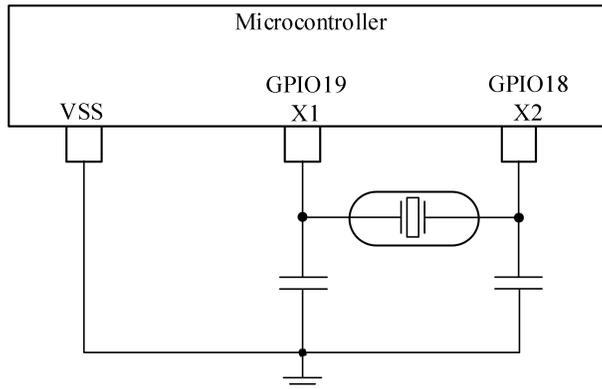

图6-12 外部晶体
- 外部晶体。如图6-12 所示，晶体应连接在 X1 和 X2 之间，其负载电容器连接至 VSS。